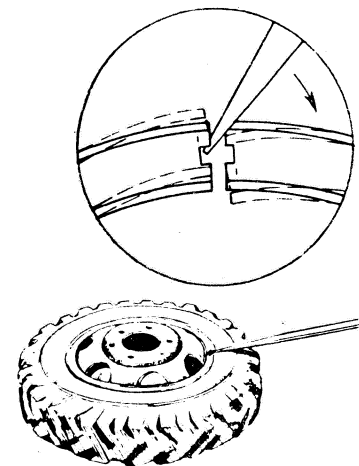

Рис. 45. Снятие бортового кольца.
4. В просечку между концами бортового кольца введите тонкий конец прямой лопатки (рис. 45) и отожмите один конец кольца из замочной канавки колеса.